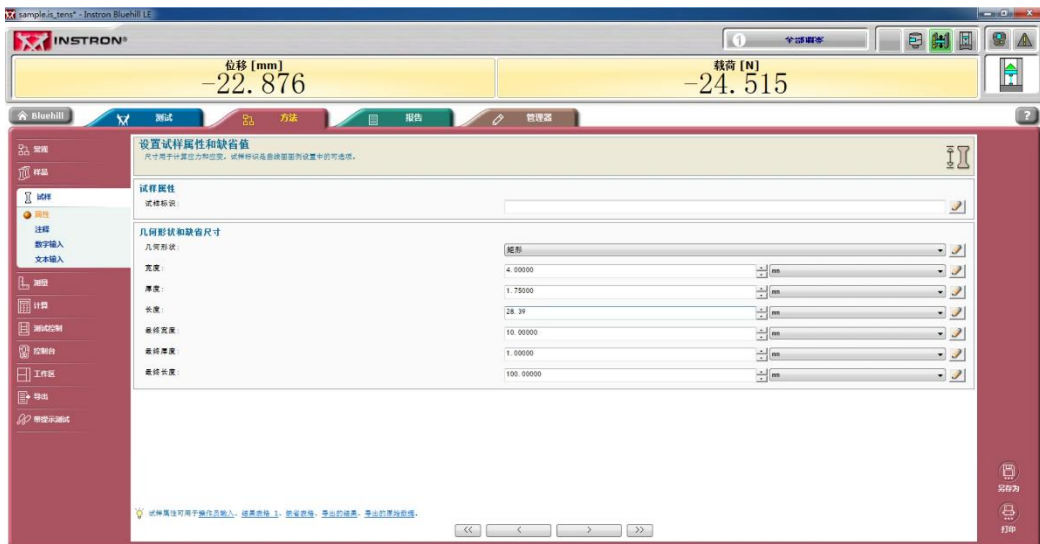

图 23 软件使用步骤⑥
⑥按照样品的实际尺寸（长度数据需要为样品预拉伸后的数据）设置方法参数和特征，本次实验样品宽度为 4.00 mm，厚度为 1.75 mm，长度为 28.39 mm，将尺寸分别输入到参数中。（如图 23 所示）。